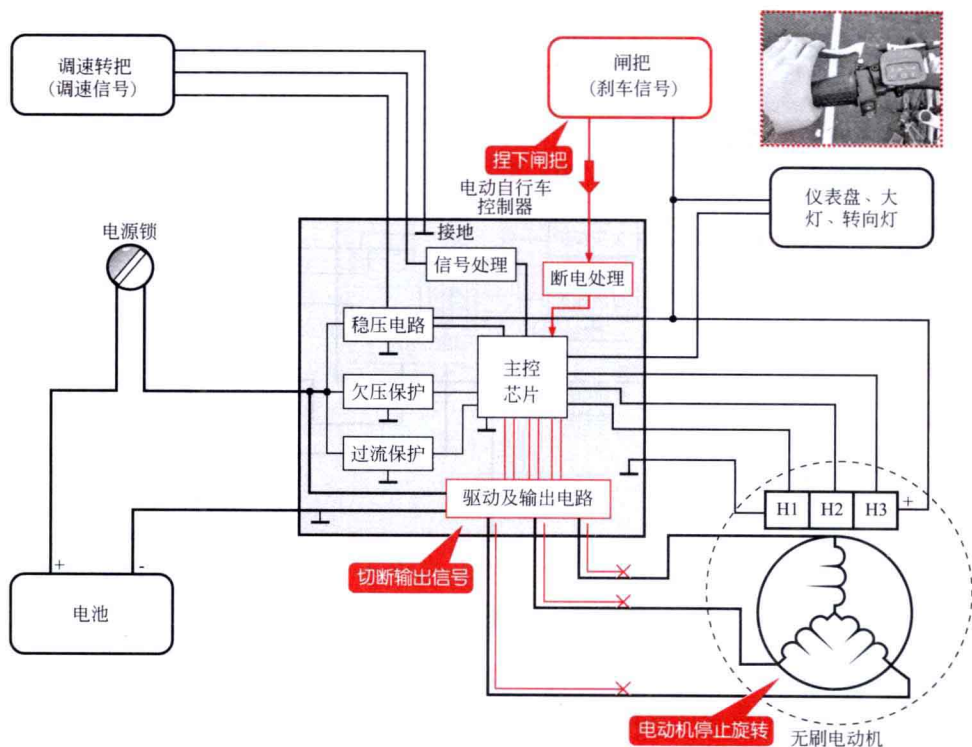

图1-13 刹车部分的信号流程
③ 电动自行车正常行驶，当捏下闸把时，闸把中的触点动作，闸把输出信号电位发生变化，经控制器内主控芯片识别后，停止输出驱动信号，电动机失电停止转动。同时闸把拉动闸线使自行车车闸动作，电动自行车减速直至停车，如图1-13所示。